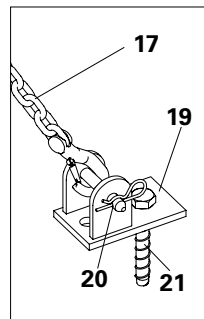

Fig. A10.09
1. Monte la placa base RS (19) en la construcción existente con el tornillo de anclaje PERI 14/20 x 130 (21). Ángulo de arriostramiento de 60°. (Fig. A10.09)
2. Fije la cadena tensora 3,0 kN (17) al tensor 3,0 kN (18) y fije el tensor 3,0 kN (18) a la placa base RS.
3. Apriete el tensor (18) hasta que la cadena tensora se tense usando bulones y grupillas (20). (Fig. A10.09)